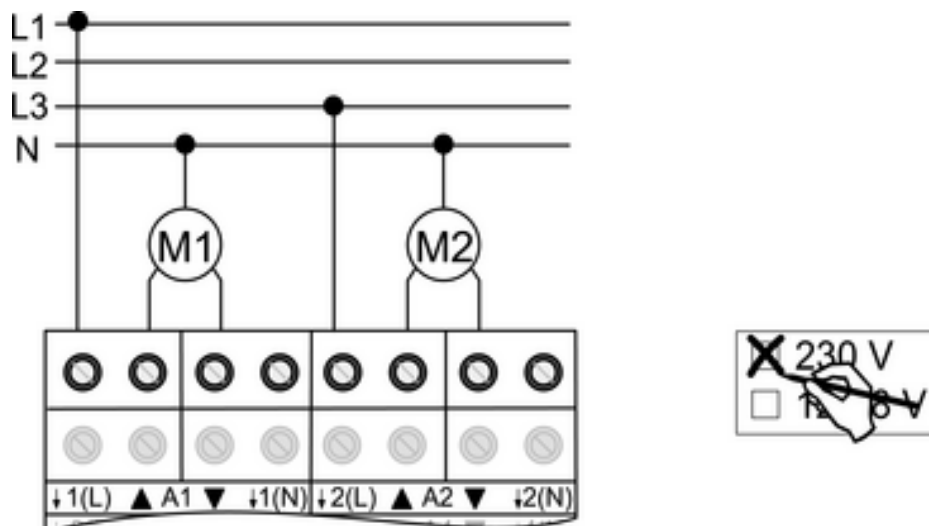

Рисунок 6
- Подключить двигатели (рисунок 6).
- Указать применение **230 V** на этикетке (рисунок 6).
- i** Подключения нулевых проводов (14) предназначены только для определения времени движения и не обеспечивают нулевой потенциал.